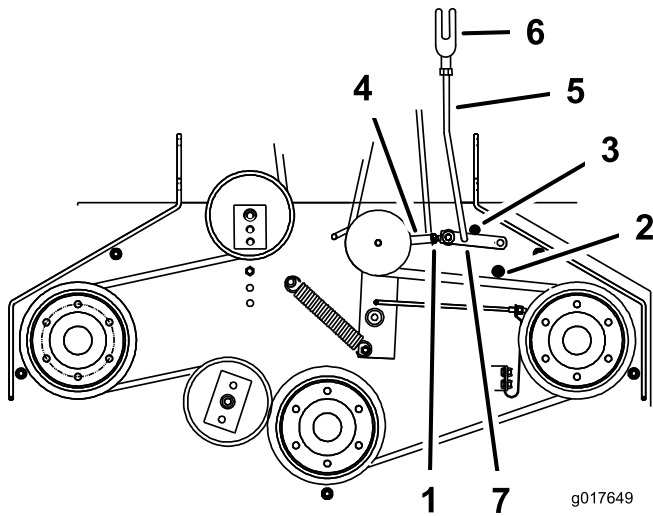

Figura 45
5. Asegúrese de que el brazo está en contacto con el tope trasero del brazo de la carcasa (Figura 45).
7. El brazo auxiliar debe entrar en contacto con el tope delantero de la carcasa. Si no lo hace, la palanca acodada debe acercarse más al refuerzo (Figura 45).
8. Para ajustar la varilla de conexión del brazo auxiliar, retire el pasador de horquilla del brazo auxiliar (Figura 45).
11. Instale la varilla de conexión en el brazo auxiliar y sujétela con el pasador de horquilla (Figura 45).